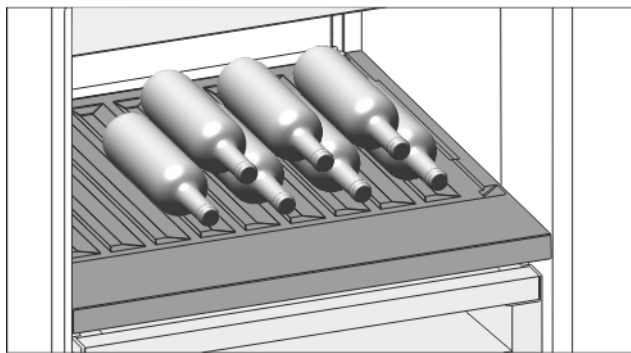

Fig. 132
- Wkładać butelki dnem ustawionym do tyłu, w kierunku ścianki tylnej. (patrz Fig. 132)